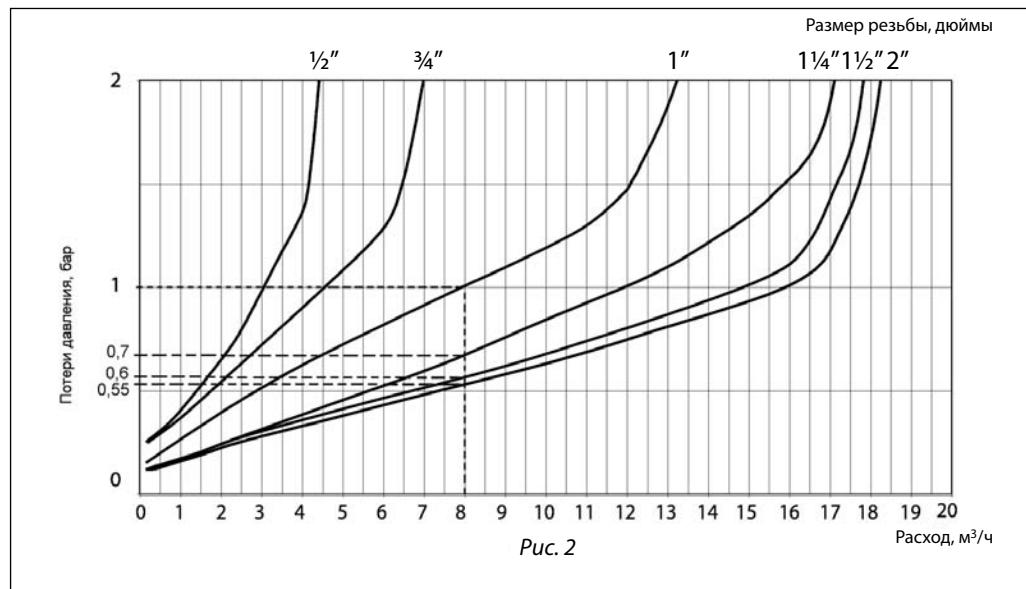

Рис. 2
**1. Проверка применения по давлению до клапана и требуемому давлению после клапана (рис. 2)**
Рабочая точка, соответствующая указанным давлениям, лежит внутри области применения (рис. 2).
- 2) выбрать условный проход клапана редукционного 11BIS (рис. 2).
Падение давления в каждом случае зависит от условного прохода клапана и расхода среды через клапан и может быть определено по диаграмме на рис. 2;